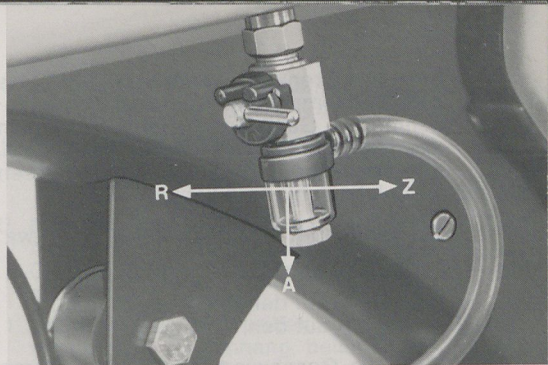

Bild 8
- 15 = Kraftstoffhahn (verdeckt, s. Bild 8)
Kraftstoffhahn (Bild 8)
Kraftstoffhahn (Bild 8) schließen (Stellung Z). Zündung durch den Zünd-/Lichtschalter (3/3) abstellen. (Siehe Zündschloß.)